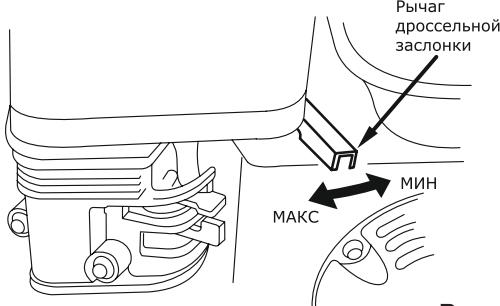

Рис.14
- Поставьте рычаг дроссельной заслонки на 1/3 хода в сторону положения «МАКС» (рис. 14).
- По мере прогрева двигателя постепенно передвигайте рычаг воздушной заслонки в положение «Открыто». Число оборотов двигателя и соответственно производительность двигателя регулируется изменением положения рычага дроссельной заслонки (рис. 14).